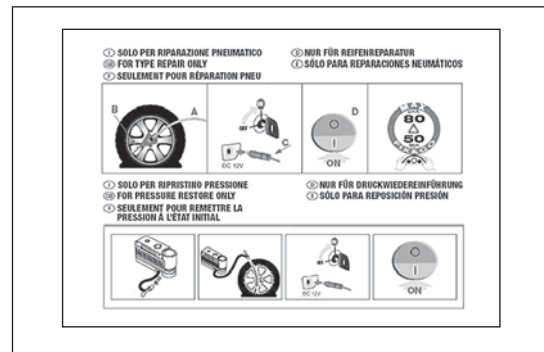

fig. 116
- ☐ un folleto informativo (ver fig. 116), utilizado para usar correctamente el kit de reparación rápida de los neumáticos. El folleto deberá entregarse al personal que manipulará el neumático tratado;